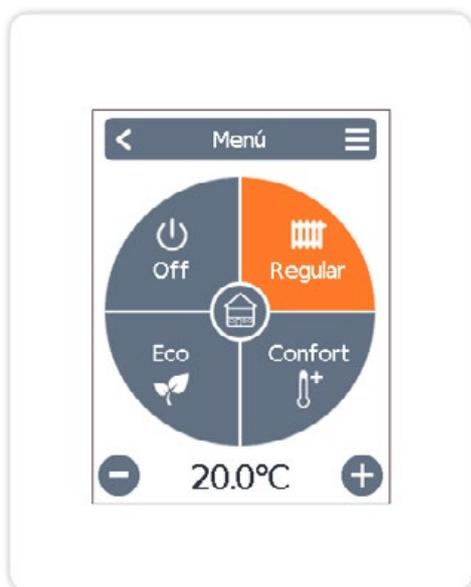

Fig. 8
Para administrar los circuitos mixtos (1) y directo (2) de manera más efectiva, recomendamos instalar un termostato de ambiente ° Caleon (Fig. 8) en cada circuito (**no provisto; que se encuentra en el mercado**).